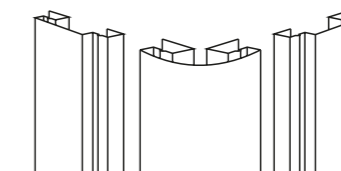

Рис. 4
Примечание: для обрамления наружных углов можно использовать прямой угол или радиусную планку с широкой наборной планкой (наличником) из декоративной системы GL ЯФАСАД (рис. 4).
- ▷ Вставьте наборные планки в радиусные планки, закрепите их (рис. 4).